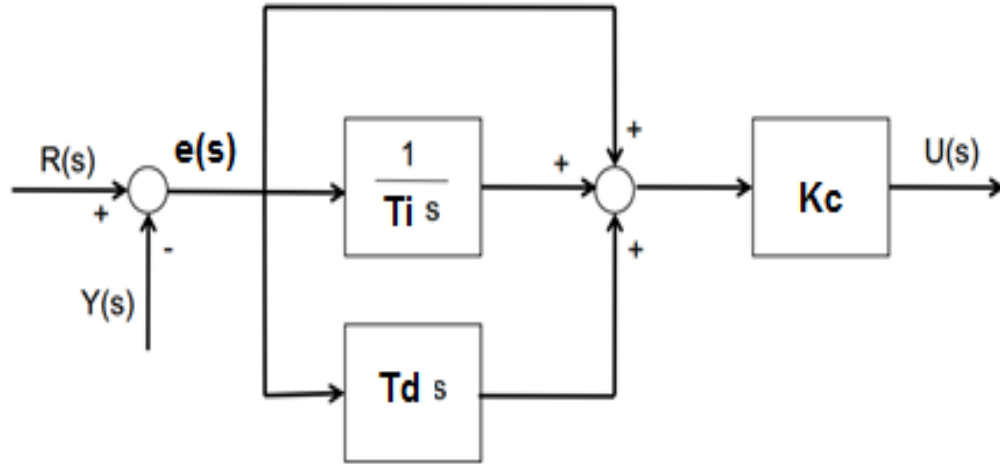

Figura 3. Forma no interactiva Controlador PID.
La expresión (4), representada en diagramas de bloques en la Figura 3, es: